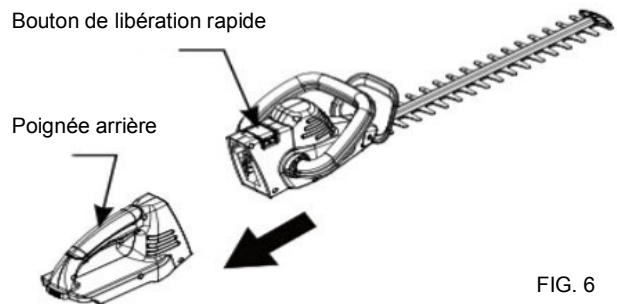

FIG. 6
1. Levez le bouton de libération rapide. Tirez pour enlever la poignée de la tête de coupe. (Fig. 6)